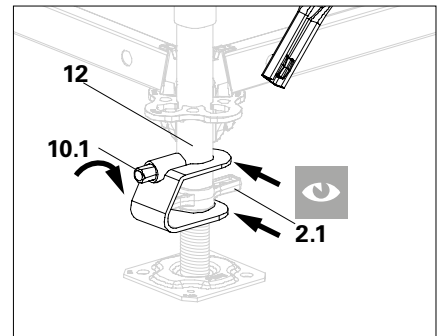

Abb. A1.13b
2. Spindelsicherung mit Schraube (**10.1**) in Bohrung von Stiel (**12.1**) festschrauben. (Abb. A1.13b)